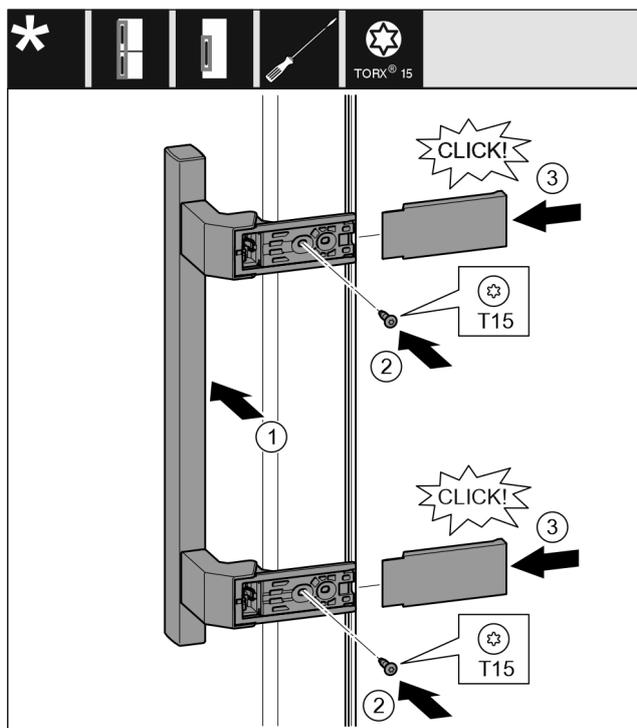

Fig. 22
- ▶ Установите ручку на противоположной стороне. Fig. 22 (1)
- ▶ Затяните винты отверткой T15. Fig. 22 (2)
- ▶ Установите крышки сбоку и надвиньте их. Fig. 22 (3)